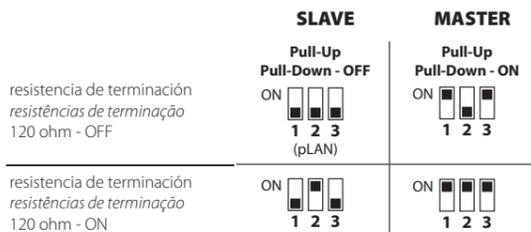

Fig.3
Puerto serie, COM1 (2), COM2	RS485 máx 115,2 Kb/s Conector desconectable de tornillo paso 3,81mm Cable apantallado AWG 20-22 con par trenzado para ± Lmáx = 500m - par de apriete 0,25Nm (2.2lbf x in) Máster/Esclavo configurable mediante dip switch (Fig.3)
Porte Seriali, COM1 (2), COM2	RS485 máx 115,2 Kb/s Conector desconectável de parafuso passo 3,81mm Cabo blindado AWG 20-22 com pares torcidos para ± Compr.máx = 500m - binário de aperto 0,25Nm (2.2lbf x in) Máster/Slave configurável através de dip switch (Fig.3)